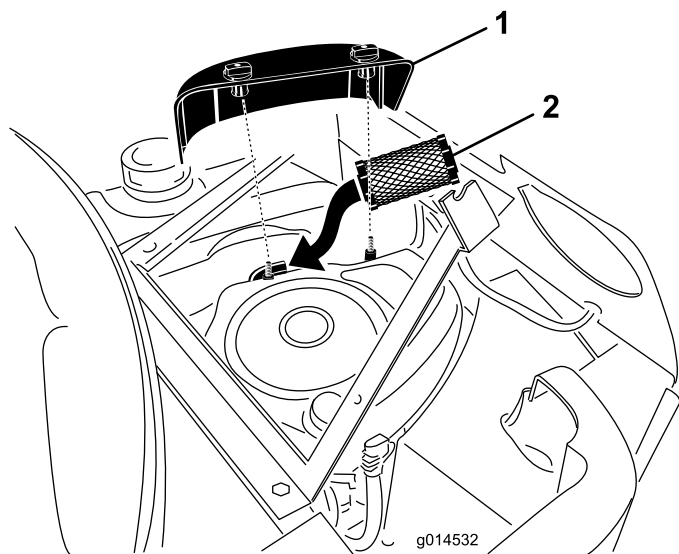

Figura 32
5. Allentate le due manopole di presenti sul coperchio e rimuovete il coperchio del filtro dell'aria (Figura 32).
7. Installate un nuovo elemento di carta come illustrato in Figura 32.